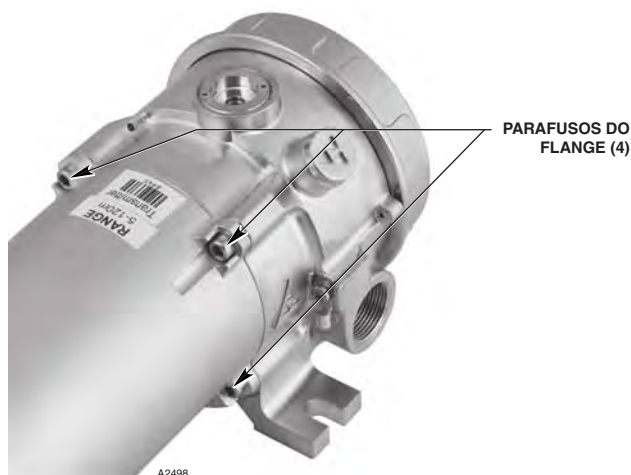

Figura 22 — Localização do parafuso do flange
2. Remova os quatro parafusos do flange de aço inoxidável usando uma chave sextavada de 4 mm. Consulte a Figura 22. Tenha cuidado para apoiar corretamente o módulo ao remover o último parafuso.